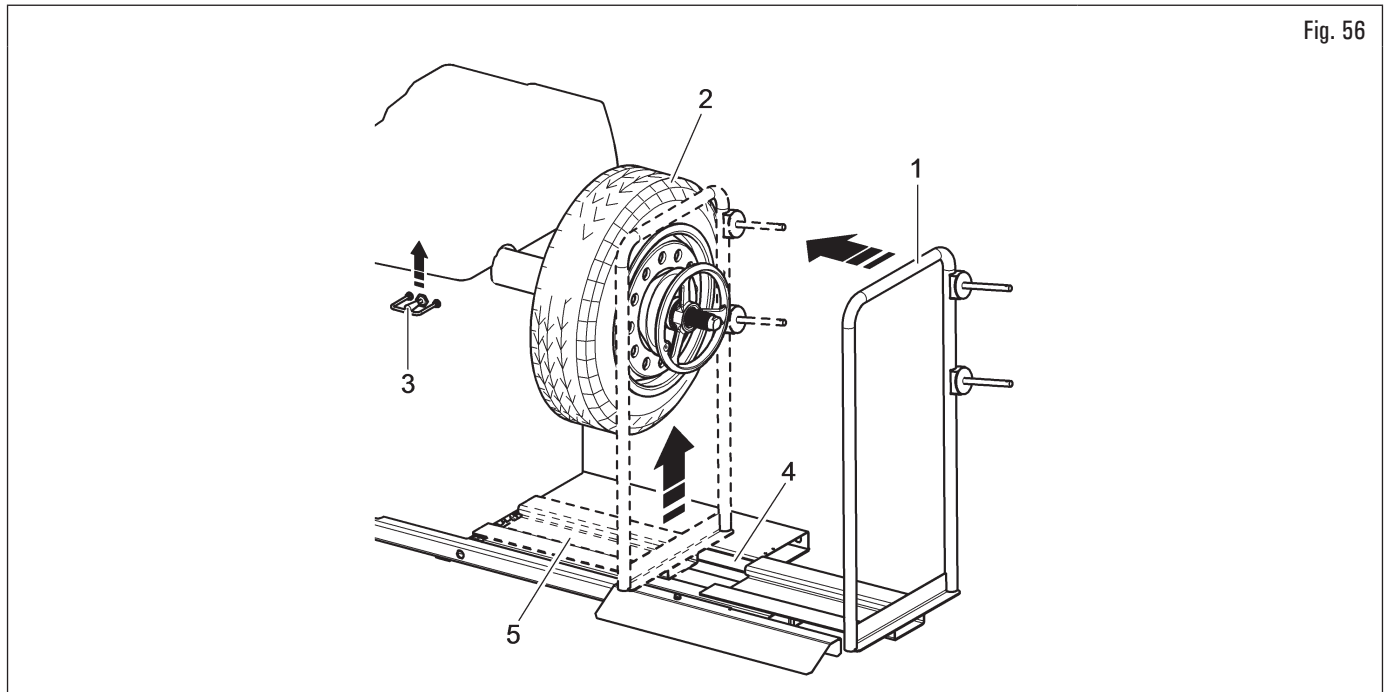

Fig. 56
1. Spostare verso sinistra l'appoggio ruota (Fig. 56 rif. 1) e portare il piano di appoggio ruota (Fig. 56 rif. 5) sotto allo pneumatico (Fig. 56 rif. 2);
2. alzare il comando del sollevatore (Fig. 56 rif. 3) e far salire la pedana (Fig. 56 rif. 4) fino a quando l'appoggio ruota (Fig. 56 rif. 5) entra in contatto con lo pneumatico (Fig. 56 rif. 2);